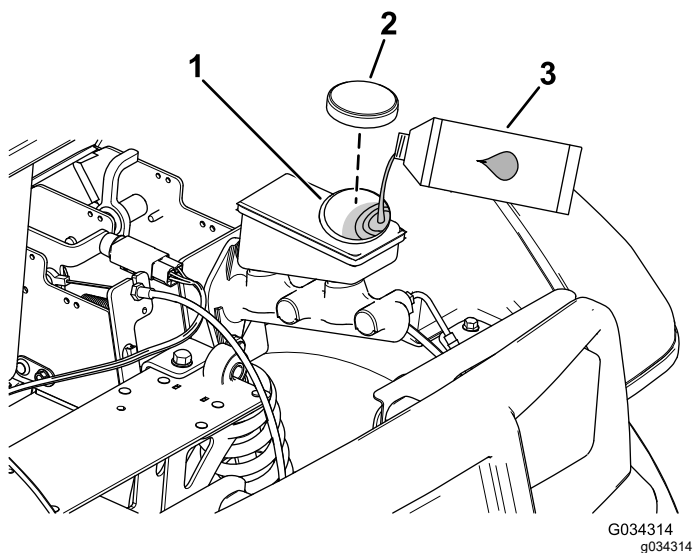

Figura 55
2. Ridicai capota pentru a avea acces la cilindrul principal de frână i la rezervor (Figura 55).
- A. Curăți zona din jurul capacului rezervorului i scoatei capacul (Figura 55).
- C. Montai capacul rezervorului (Figura 55).